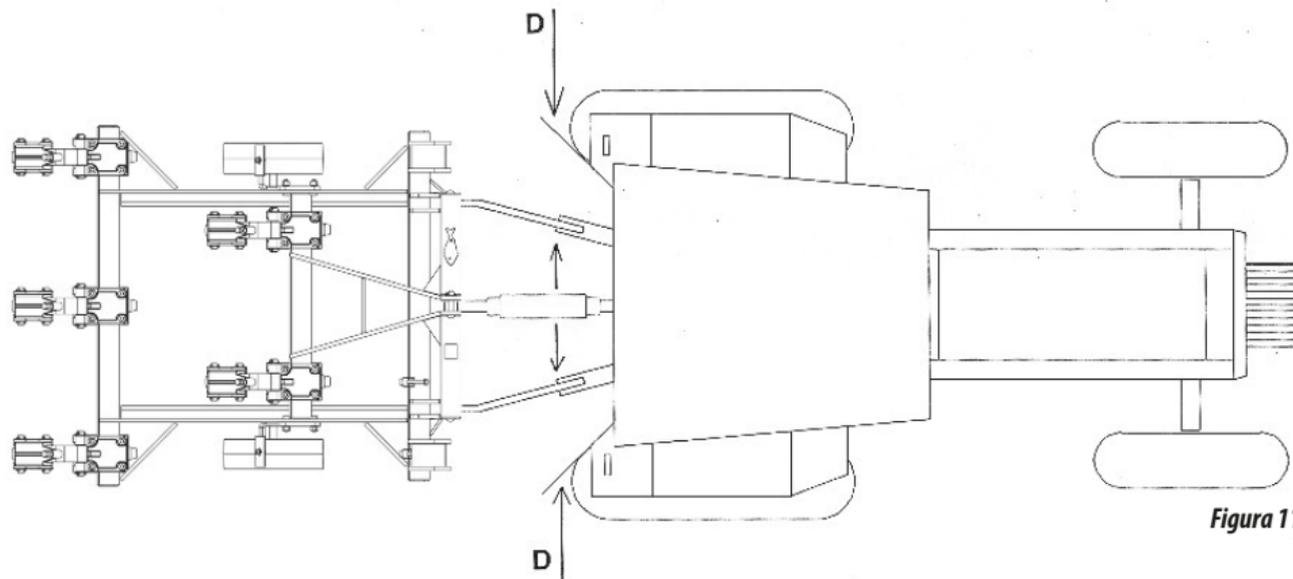

Figura 11
- 09 - Alinear el enganche superior del subsolador con el tercer punto del tractor; asegurando que las distancias "D" de los brazos inferiores del hidráulico son iguales en relación a los neumáticos del tractor conforme **figura 11**. Los brazos inferiores deben estar nivelados uno en relación al otro.